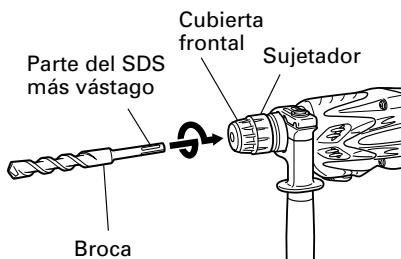

Fig. 2
6. Montaje de la broca (Fig. 2)
- (1) Limpie la parte del vástago de la broca de taladro.
- (2) Inserte la broca de taladro girando en el sujetador de la herramienta hasta que se asegure bien (Fig. 2).
- (3) Verifique si esta bien asegurado tirando de la broca de taladro.